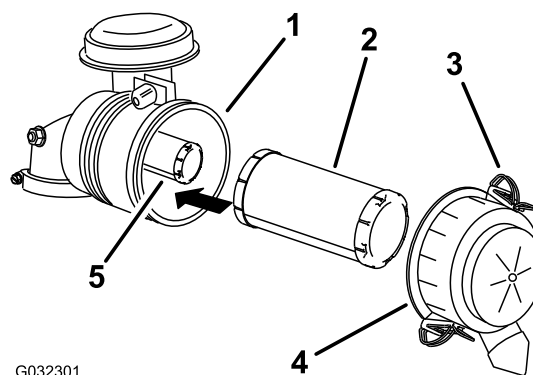

Figura 30
- Abra los cierres del limpiador de aire y tire de la tapa de la entrada de aire para separarla del cuerpo del limpiador de aire (Figura 30).
5. Extraiga con cuidado el filtro primario del cuerpo del limpiador de aire (Figura 30).
2. Si va a cambiar el filtro de seguridad, deslícelo cuidadosamente en el cuerpo del filtro (Figura 30).
3. Deslice cuidadosamente el filtro primario por encima del filtro de seguridad (Figura 30).
4. Instale la tapa del limpiador de aire con el lado que lleva la palabra **up** hacia arriba, y fije los cierres (Figura 30).